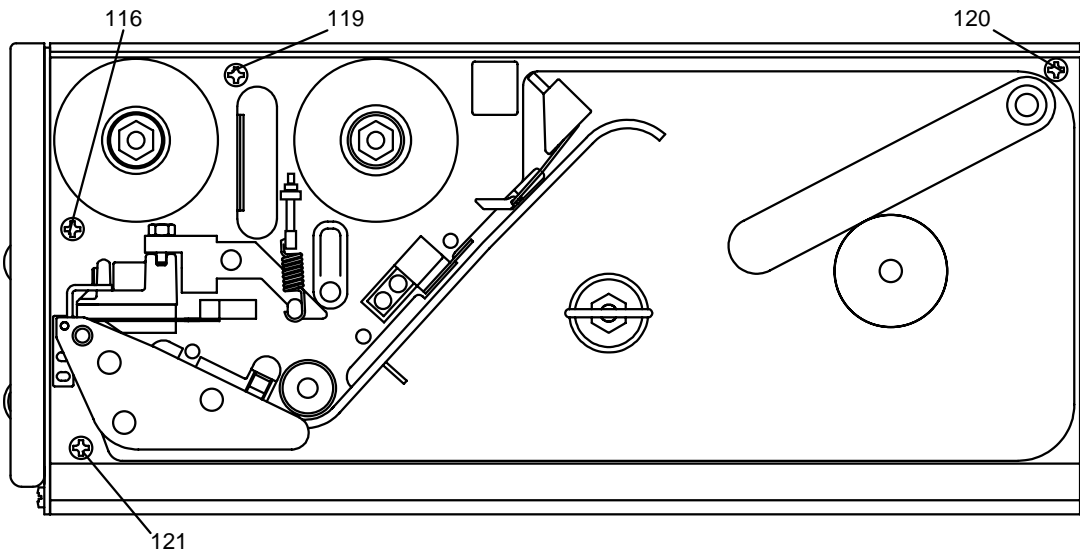

FIGURE 19
- rimuovere il pannello frontale (fig.17,#35): svitare le 2 viti (fig.17,#114,115) e la vite interna (fig.19,#116)
- rimuovere le 2 viti dal pannello posteriore (fig.18,#117,118) e le 3 viti laterali (fig.19,#119,120,121)